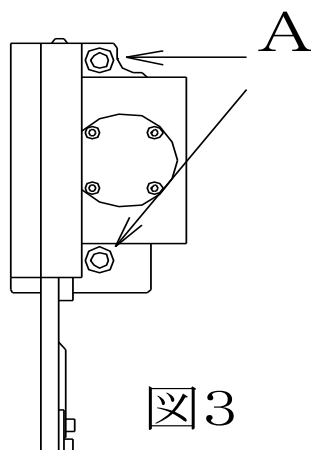

図3
〈図3参照〉
- “カッターブロック”を取り付けます。カップリングの凹凸、ピン、ノックピンとノック穴を正確に合わせ取り付け、図3のAのネジを締めて下さい。